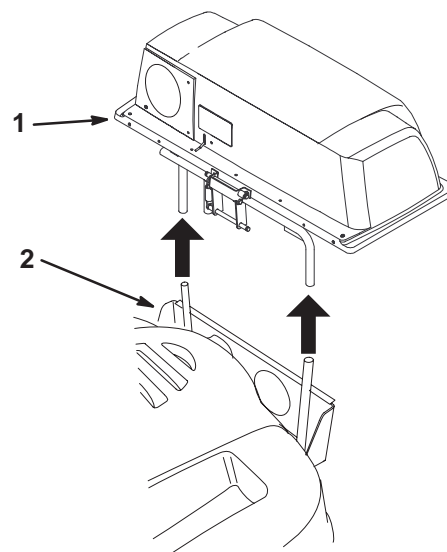

Bild 15
4. Heben Sie die Abdeckung des Heckfangsystems vorsichtig an und ziehen Sie es von der Schnellbefestigungshalterung (Bild 15). Der Ausbau der Abdeckung des Heckfangsystems ist einfacher, wenn dies zwei Personen tun.